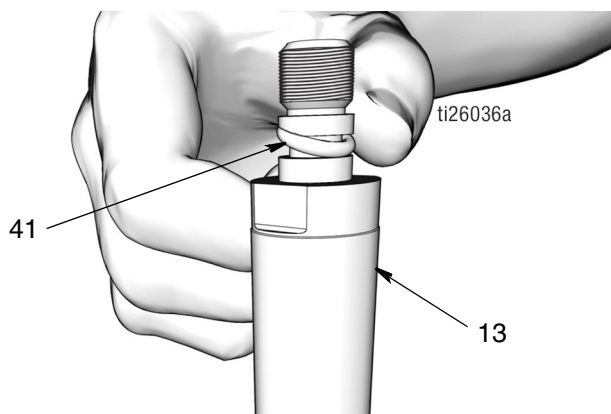

Рис. 49
**ПРИМЕЧАНИЕ.** Не допускается зажимание штока поршня (13) в тисках.
- a. Используйте чистую салфетку для обтирания штока поршня (13) и поршня (6), и для удаления любой грязи или загрязняющих веществ. Осмотрите поверхности на отсутствие любых царапин или повреждения. Замените поврежденные детали.
- b. Нанесите тонкий слой консистентной смазки на уплотнительное кольцо (41). Установите уплотнительное кольцо круглого сечения над пазами поршневого штока (13) (Рис. 49).
**ПРИМЕЧАНИЕ.** При необходимости, можно использовать пинцет для облегчения посадки уплотнительного кольца круглого сечения над пазами поршневого штока (13).